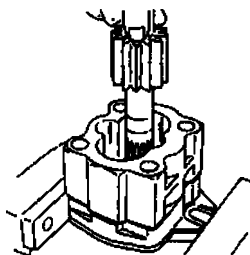

图 3-41 安装驱动齿轮
3) 在泵前端盖上装上驱动齿轮和从动齿轮，如图 3-41 所示。